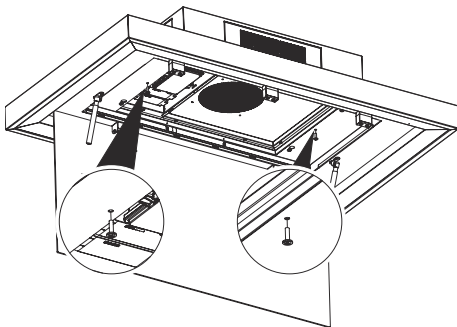

Abb. 14
- 4.** Bodenplattengruppe mit 2 Schrauben an die Motorkabine sichern (Abb. 14).